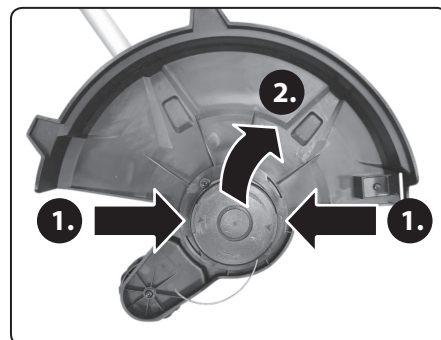

Abb. 8
- Drücken Sie beide Tasten auf der Trägerabdeckung gemäß Abb. 8, Schritt 1 gleichzeitig und entfernen Sie die Trägerabdeckung, Abb. 8, Schritt 2.